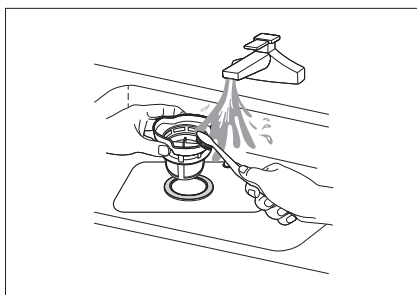

Fig. 20
- Lavare il filtro sotto acqua corrente pulendolo accuratamente con una spazzola (vedere la **fig. 20**). Dopo ogni ciclo di lavaggio controllare che non vi siano residui che bloccano il filtro ed eventualmente rimuoverli.